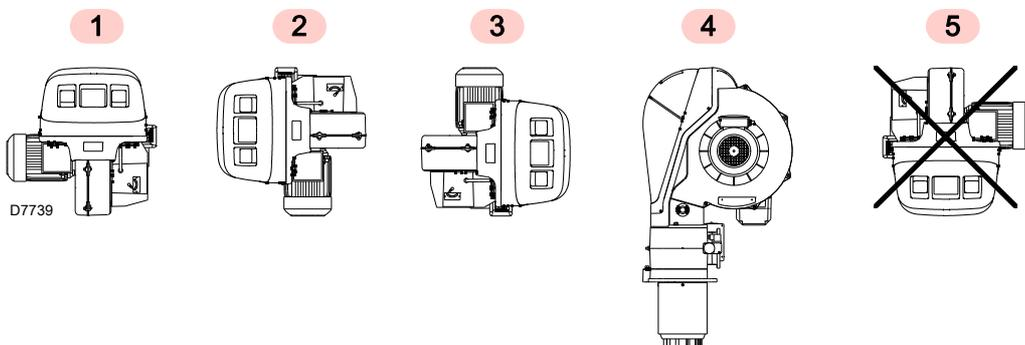

图 12
- ▶ 燃烧器设计为仅能安装在位置 1, 2, 3 和 4(图 12)。